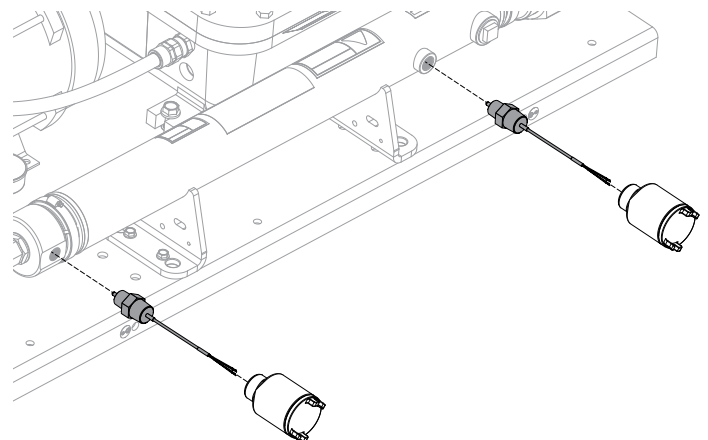

Figure 10. Fiche de DTR. Pour le retrait des DTR OLA, il peut être nécessaire de retirer les deux boîtiers pour permettre l'accès.
- En l'**absence de continuité** entre les bornes de RCT **T2** et **T3**, rechercher le DTR connecté sur le corps de chauffe. Dévisser la prise de DTR du DTR. Voir le Tableau 2 et les Figures 10 et 11 sur la page suivante.